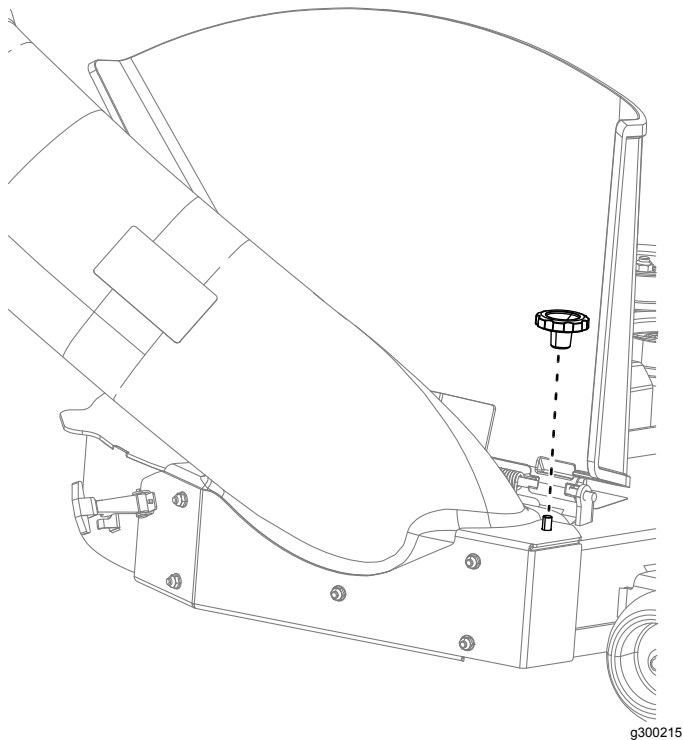

Figura 19
2. Instale la nueva placa deflectora de ensacado en la carcasa del cortacésped en el mismo lugar de la carcasa que el deflector retirado anteriormente (Figura 19).
5. Instale el deflector delantero en la parte delantera de la carcasa del cortacésped con una tuerca (5/16") y un perno de cuello cuadrado, tal y como se muestra en la Figura 19.
6. Fije el conducto en la carcasa del cortacésped con el pomo (Figura 19).
7. Apriete el pomo a mano para sujetar el conducto a la carcasa de corte (Figura 19).